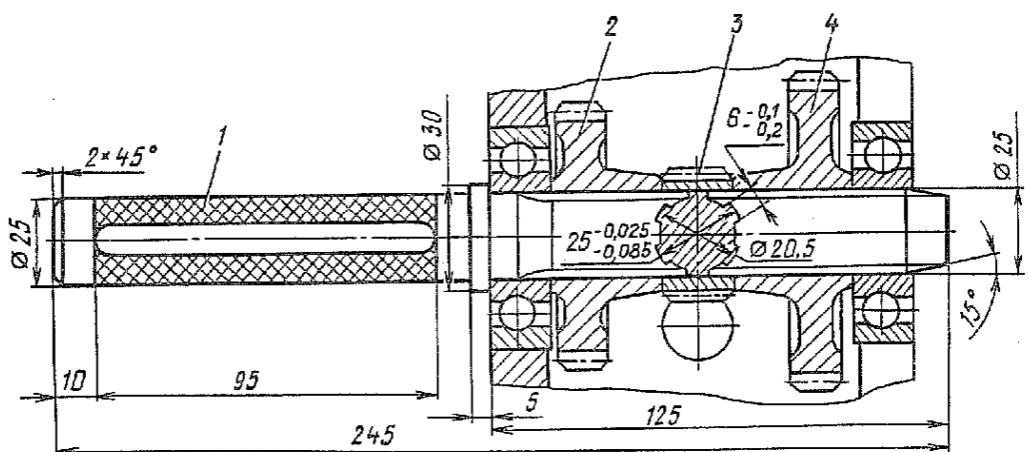

Рис. 151. Оправка для удержания шестерен:
3.16. Установить оправку 1 (рис. 151) в отверстие заднего подшипника ведущей шестерни главной передачи и, смешав ее в картер, установить на нее последовательно детали комплекта II (оправка).